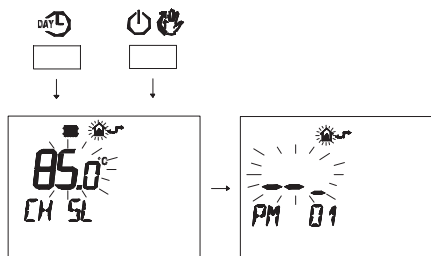

Figura 5.63
- Premere contemporaneamente i pulsanti DAYL e P per entrare nella programmazione trasparente (Figura 5.63).